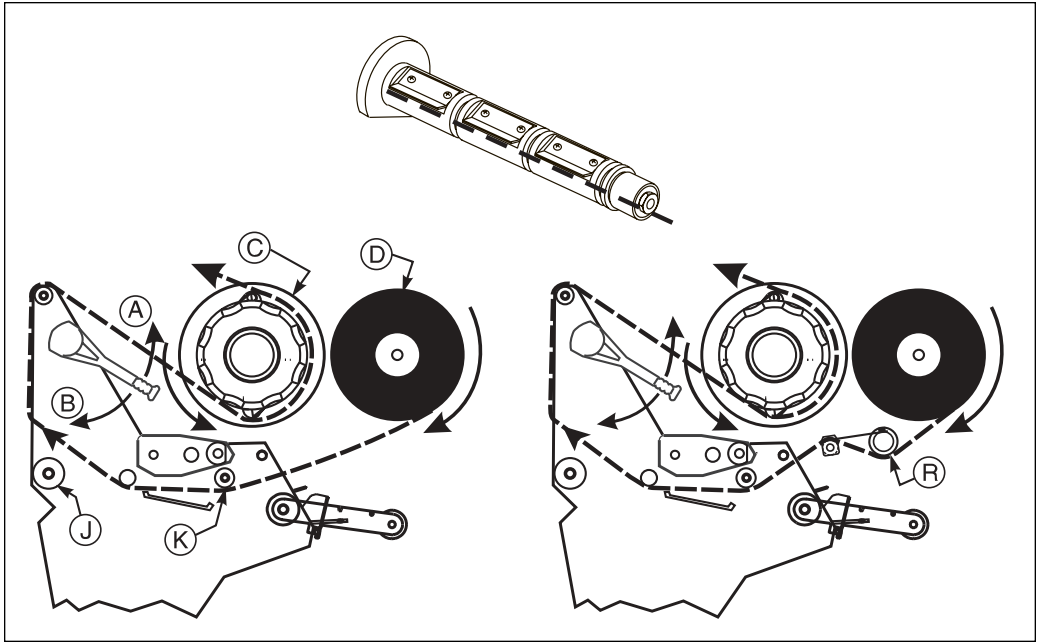

图8
1. 对齐「色带供应轴」的各个分段(图8)。
2. 把「色带卷」装在「色带供应轴」上(图8-D)。
4. 开启打印头(A)，将引头与连接的色带穿过打印装置，位于「上方色带滚轴」(图8-K)之下，并穿过「压纸滚轴」(图8-J)。
**注意：**对于170X/III和220X/III打印机，应首先把引头穿过「活动滚轴组件」(图8-R)。
6. 把色带(含引头)绕在「色带拾取轴」(图8-C)上，并逆时针方向旋转几圈。
7. 关闭打印头(图8-B)。